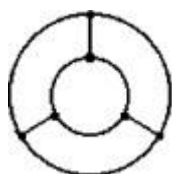

Рисунок 2.2
2. На рис. 2.2 дана структурная схема некоторой цепи (ветви изображены линиями, узлы – точками). Определите для нее число взаимно независимых уравнений, которые можно составить по первому и второму законам Кирхгофа.